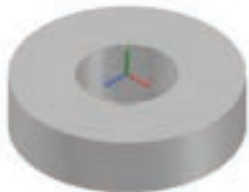

图 11-161 打开的密封垫图形
1) 打开文件: 选择菜单栏中的“文件”→“打开”命令, 打开随书光盘 X:\源文件\11\立体图\密封垫.DWG, 如图 11-161 所示。